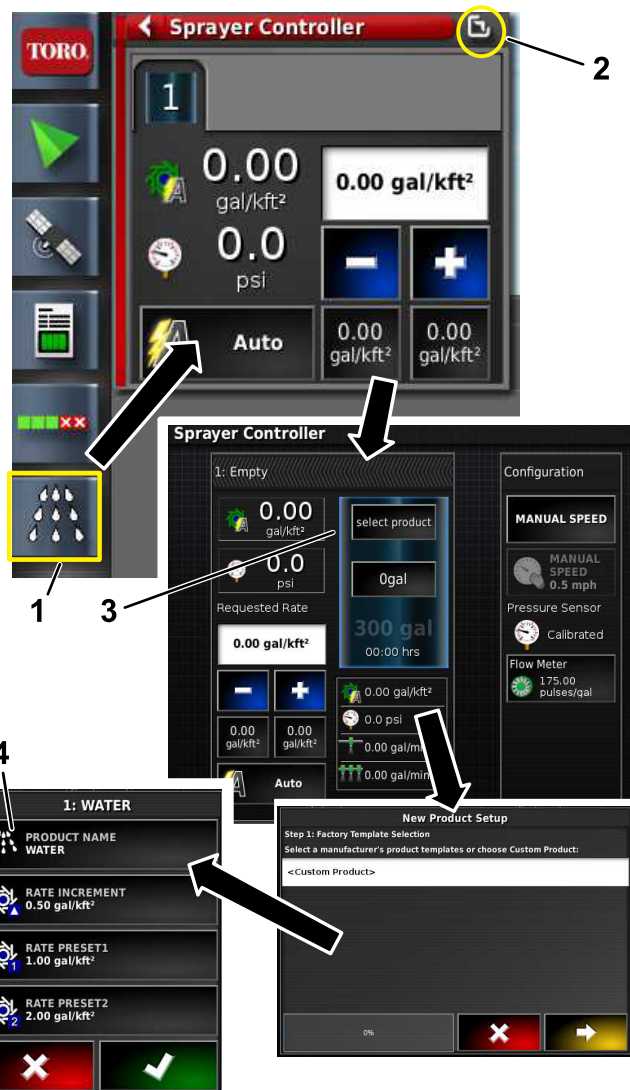

図 7
5. 液剤に名前を付け、レートを選択し、レートの増分を選択する 図 7。